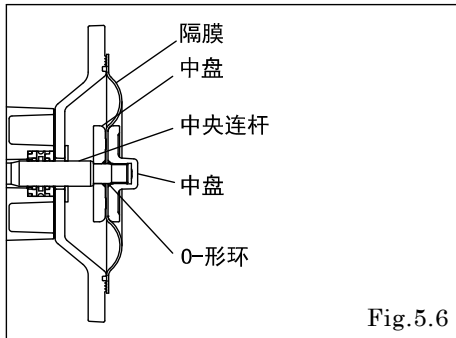

Fig.5.6
- 隔膜材质为PTFE时，请从隔膜两侧安装O-形环。（Fig.5.6）